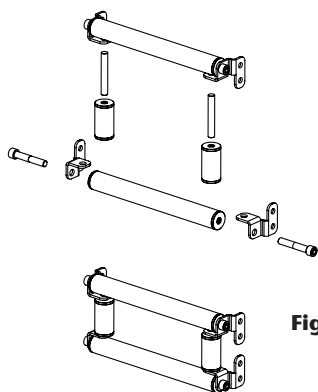
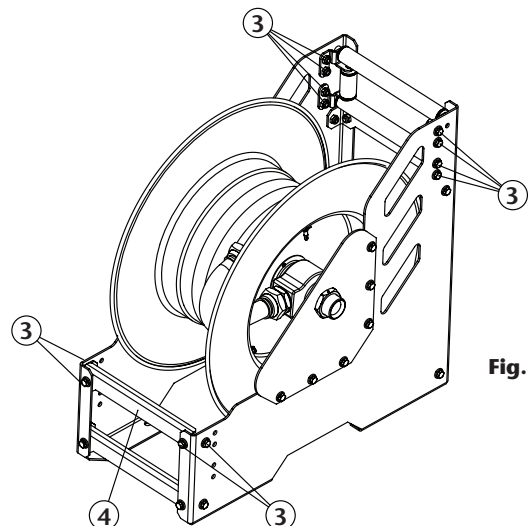

Fig. 3
Fig. 4
5. Assemblez les composants de la sortie du tuyau démontés précédemment (Fig. 3) et mettez-les dans leur nouvelle position en serrant les vis (3) (Fig. 4).
6. Enfin, montez la traverse (4) (Fig. 4) dans la position indiquée.